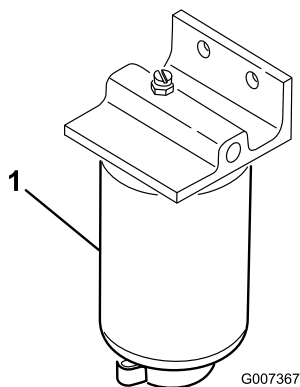

Figure 54
1. Placez un bac de vidange propre sous le filtre à carburant (Figure 54).